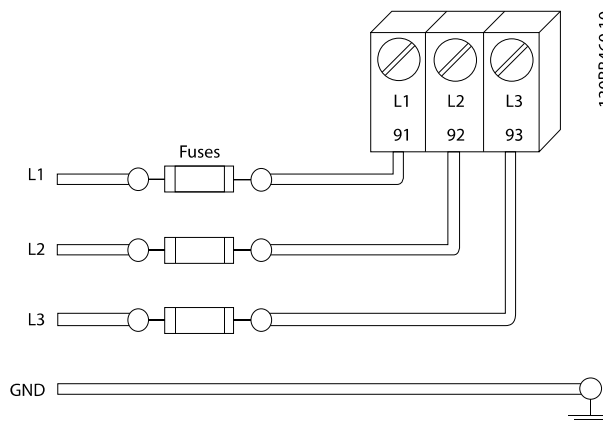

Abbildung 3.5 Frequenzumrichter Sicherungen
- Alle Frequenzumrichter müssen mit Kurzschluss- und Überlastschutz versehen werden. Dieser Schutz wird durch Sicherungen am Eingang gewährleistet, siehe *Abbildung 3.5. 8.2.2 CE-Konformität* und 8.2.3 *Sicherungstabellen* zeigt die maximalen Nennwerte der Sicherungen.